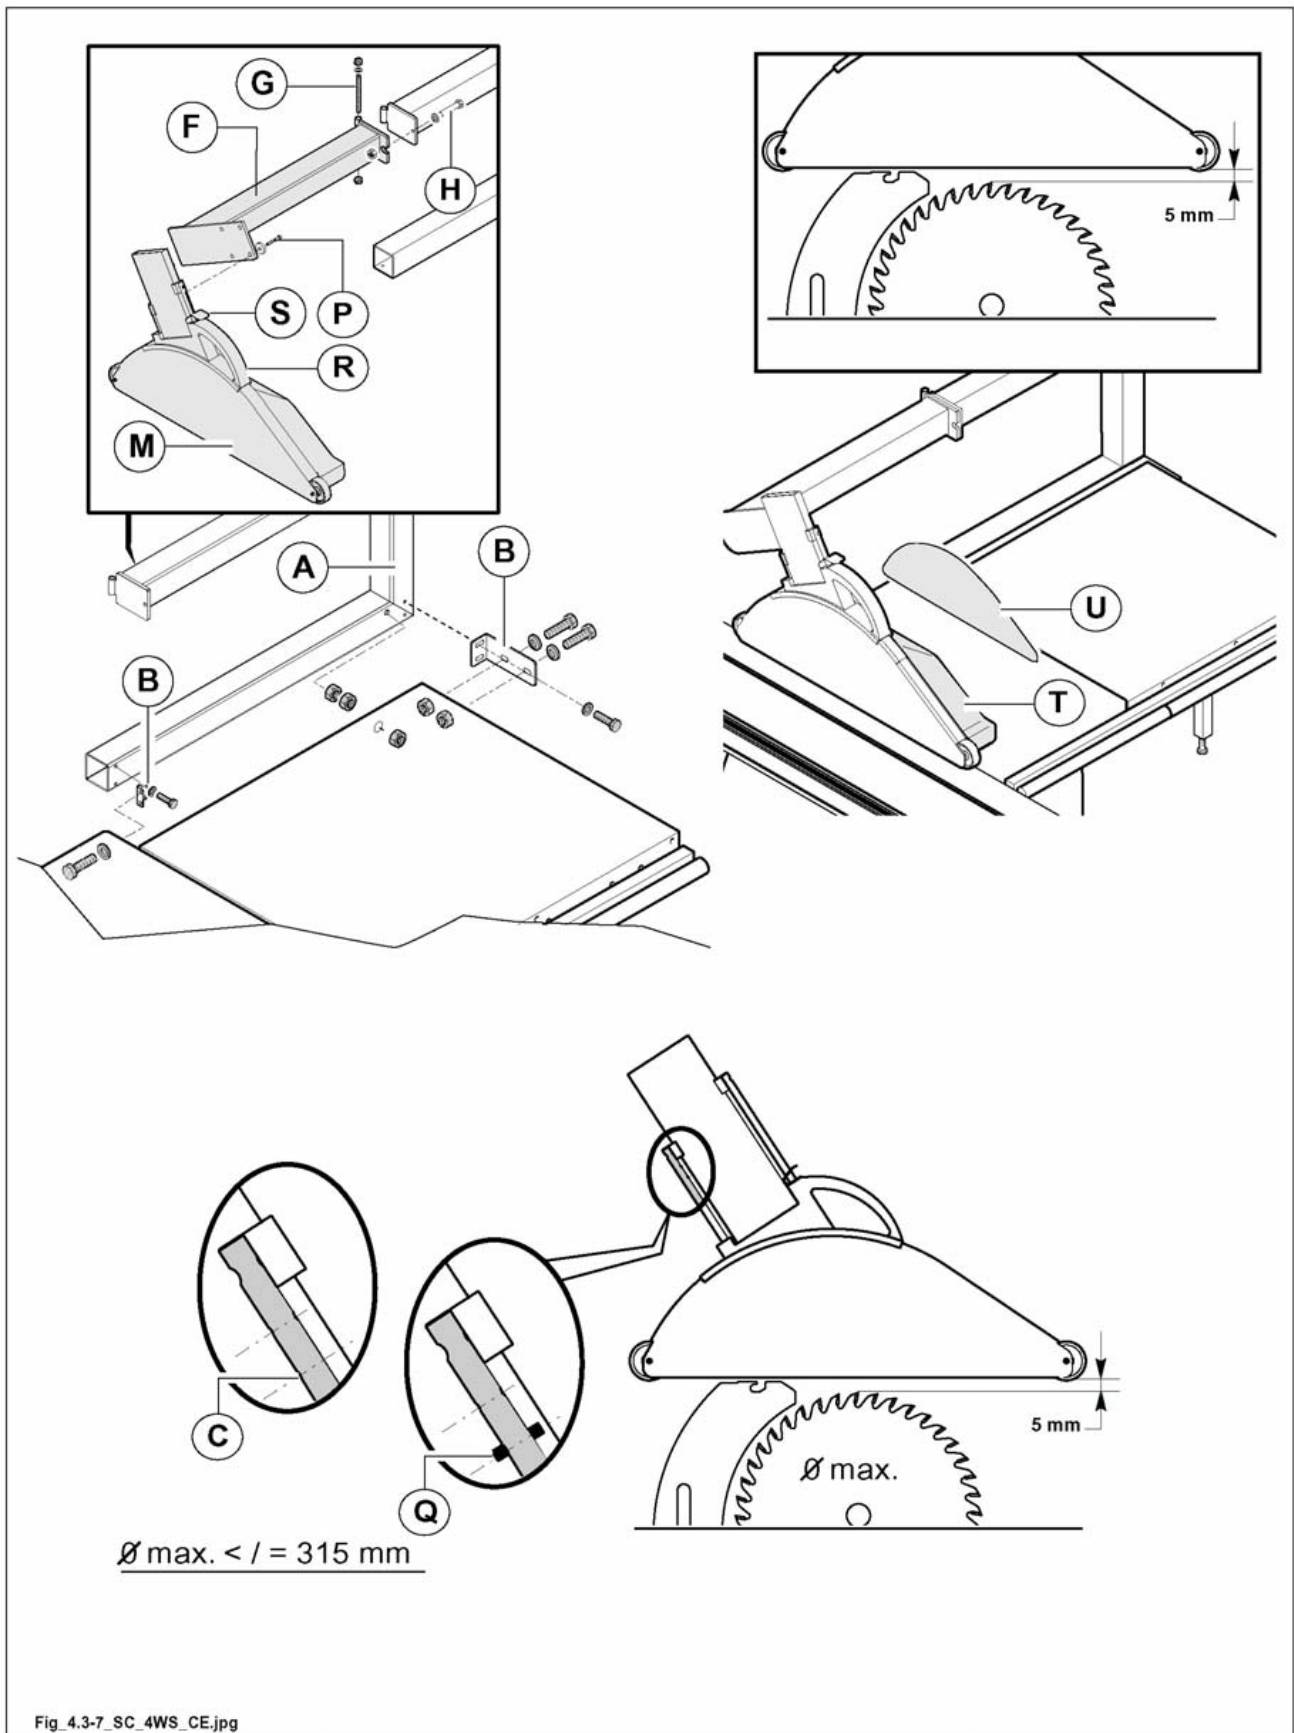

Abb. 4.3-7
- Befestigen Sie die Winkelstücke (B Abb. 4.3-7) am Arm (A Abb. 4.3-7).
- Befestigen Sie den Arm (A Abb. 4.3-7) mithilfe der Winkelstücke (B Abb. 4.3-7) am Arbeitstisch.
- Den Arm (F Abb. 4.3-7) mit der Schraube (A Abb. 4.3-7) am Arm (G Abb. 4.3-7) montieren.
- Das Schließen des Gelenks mit der Schraube (H Abb. 4.3-7) blockieren.
- Den Schutz (M Abb. 4.3-7) mit den Schrauben (P Abb. 4.3-7) auf der Halterung (F Abb. 4.3-7) montieren.
- Den Schutz mit dem Griff (R Abb. 4.3-7) und Betätigung des Hebels (S Abb. 4.3-7) anheben und absenken.
muss der Anschlag (Q Abb. 4.3-7) in die UNTERE Bohrung (C Abb. 4.3-7) eingeführt werden.
- Die Vorrichtung wird mit zwei Schutzabdeckungen (U Abb. 4.3-7) und (T Abb. 4.3-7) geliefert, eine für die Schnitte mit der 90°-Säge und eine für Schnitte mit der geneigten Säge.
wenn mit der 90°-Säge gearbeitet wird, stets die Schutzabdeckung (U Abb. 4.3-7) verwenden.
Wenn mit der geneigten Säge gearbeitet werden muss, muss die Schutzabdeckung (T Abb. 4.3-7) installiert werden.
die Kappe mit dem Griff (R Abb. 4.3-7) und dem Hebel (S Abb. 4.3-7) je nach Holzdicke anheben oder absenken.